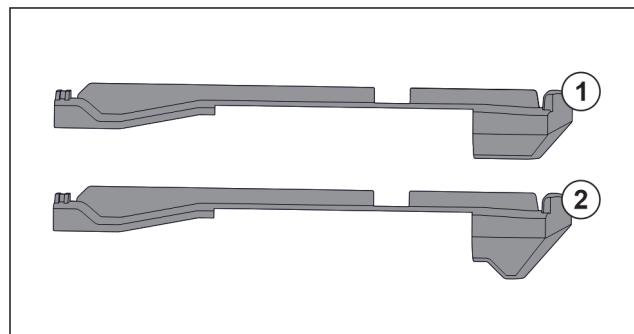

Fig. 78 Порівняння вставних частин
У пристрії є дві різні вставні частини. Вставна частина над самим нижнім висувним ящиком Fig. 78 (2) має трикутний край. Всі інші вставні частини Fig. 78 (1) мають прямий край.
- Розмістити вставну частину Fig. 78 (2) з трикутним краєм над самим нижнім висувним ящиком.
- Розмістити вставну частину Fig. 78 (1) з прямим краєм у всіх інших місцях.